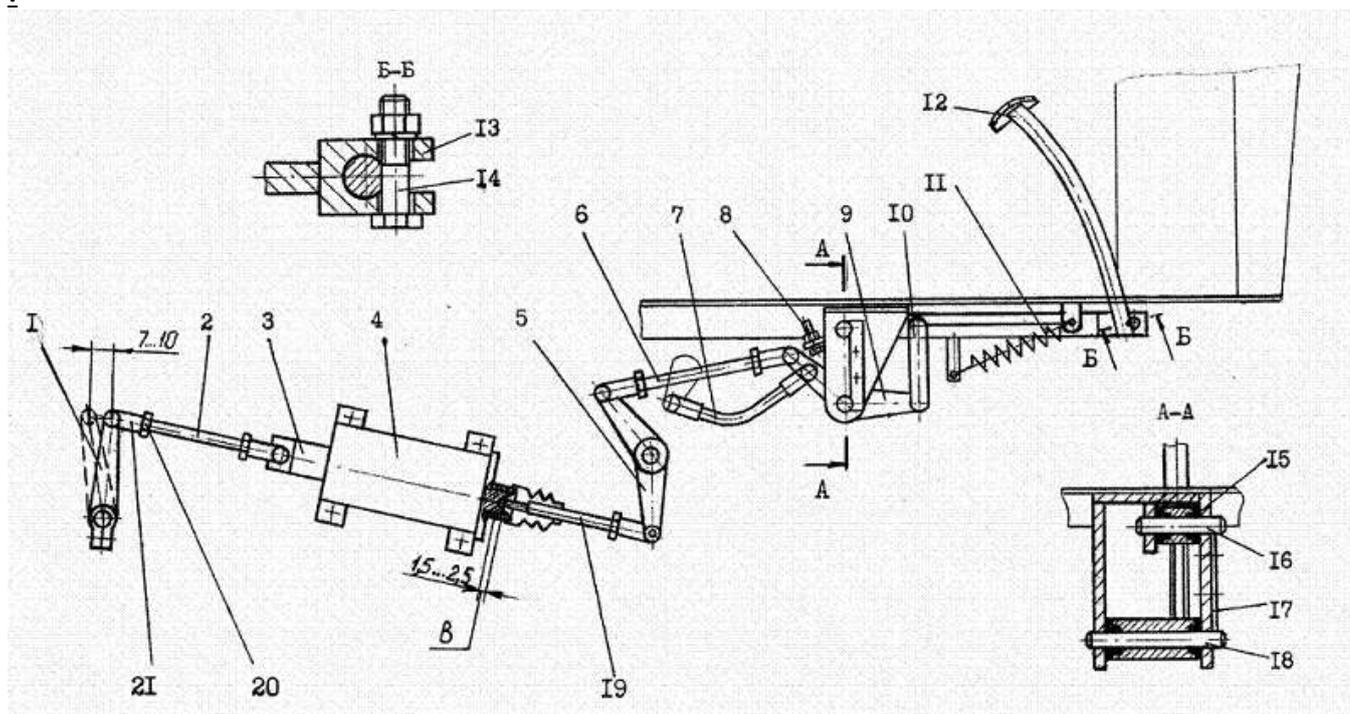

Рисунок 5 Привод выключения муфты сцепления
- отсоединить тягу 2 (**рисунок 5**) от рычага сцепления 1;
В схеме привода выключения муфты сцепления, установленной на дизеле ЯМЗ-236Г-6 двуплечий рычаг 5 установлен между гидроусилителем и рычагом сцепления 1 для изменения направления усилия (**рисунок 5**).